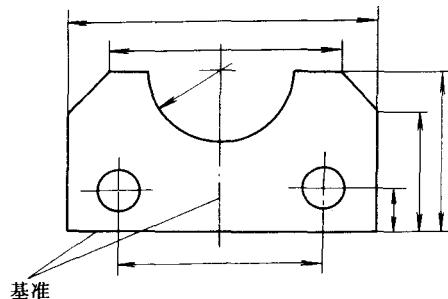

图 1-13 以一个平面和一条中心线为基准
(3) 以一个平面和一条中心线为基准 如图 1-13 所示，该零件高度方向的尺寸是以其底边为基准划出的，所以该零件的底边即是高度方向的划线基准。宽度方向的尺寸对称于中心线，所以中心线即是宽度方向的划线基准。